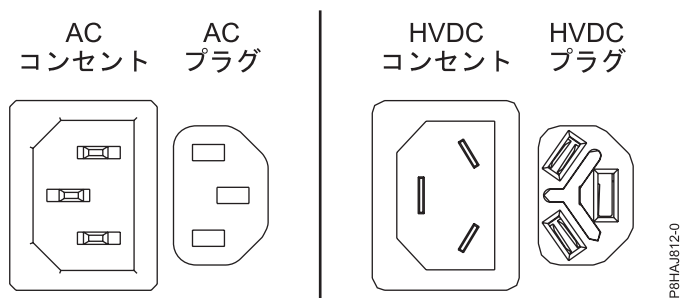
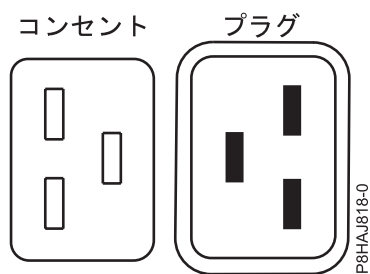
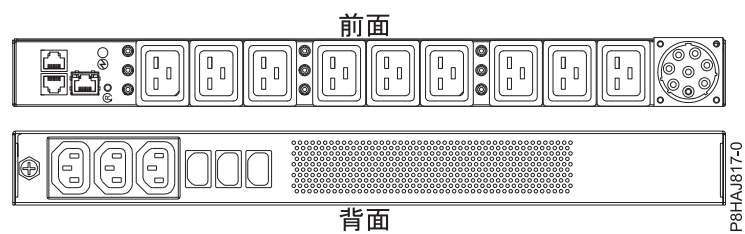

図 17. AC コネクターと HVDC コネクター
図 18. 8408-44E システムのコネクター
図 19. 8408-44E システムの PDU
41 ページの図 17 は、サポート対象の交流 (AC) コネクターおよび高電圧直流 (HVDC) コネクターを示しています。41 ページの図 18 および 41 ページの図 19 は、8408-44E のサポート対象のコネクターおよび電力配分装置 (PDU) を示しています。